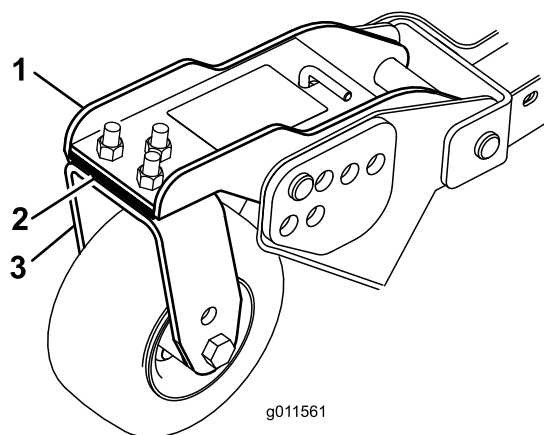

**Figura 123**
1. Allentate i controdadi sulla parte superiore o inferiore del bullone a U della catena dell'altezza di taglio (Figura 123).